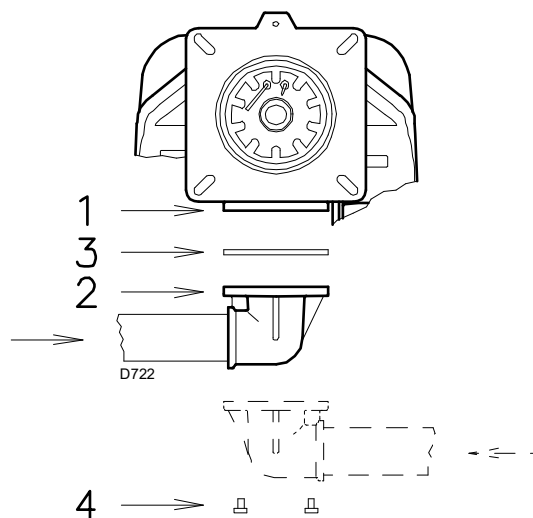

Fig. 18
- La rampa può arrivare da destra o da sinistra, secondo comodità, vedi Fig. 18.
- La rampa del gas va collegata all'attacco del gas 1)(Fig. 18), tramite la flangia 2), la guarnizione 3) e le viti 4) date a corredo del bruciatore.